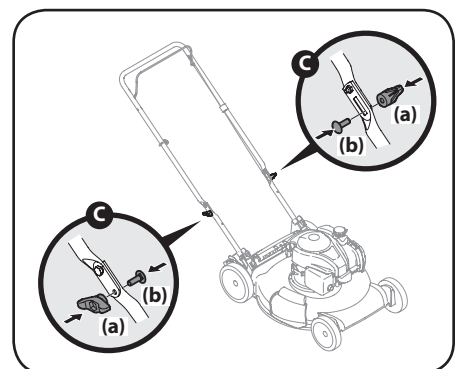

Figure 2-9
- Relevez le bouchon de déchiquetage à charnière qui se trouve sur le côté du plateau de coupe. Voir la Figure 2-9.